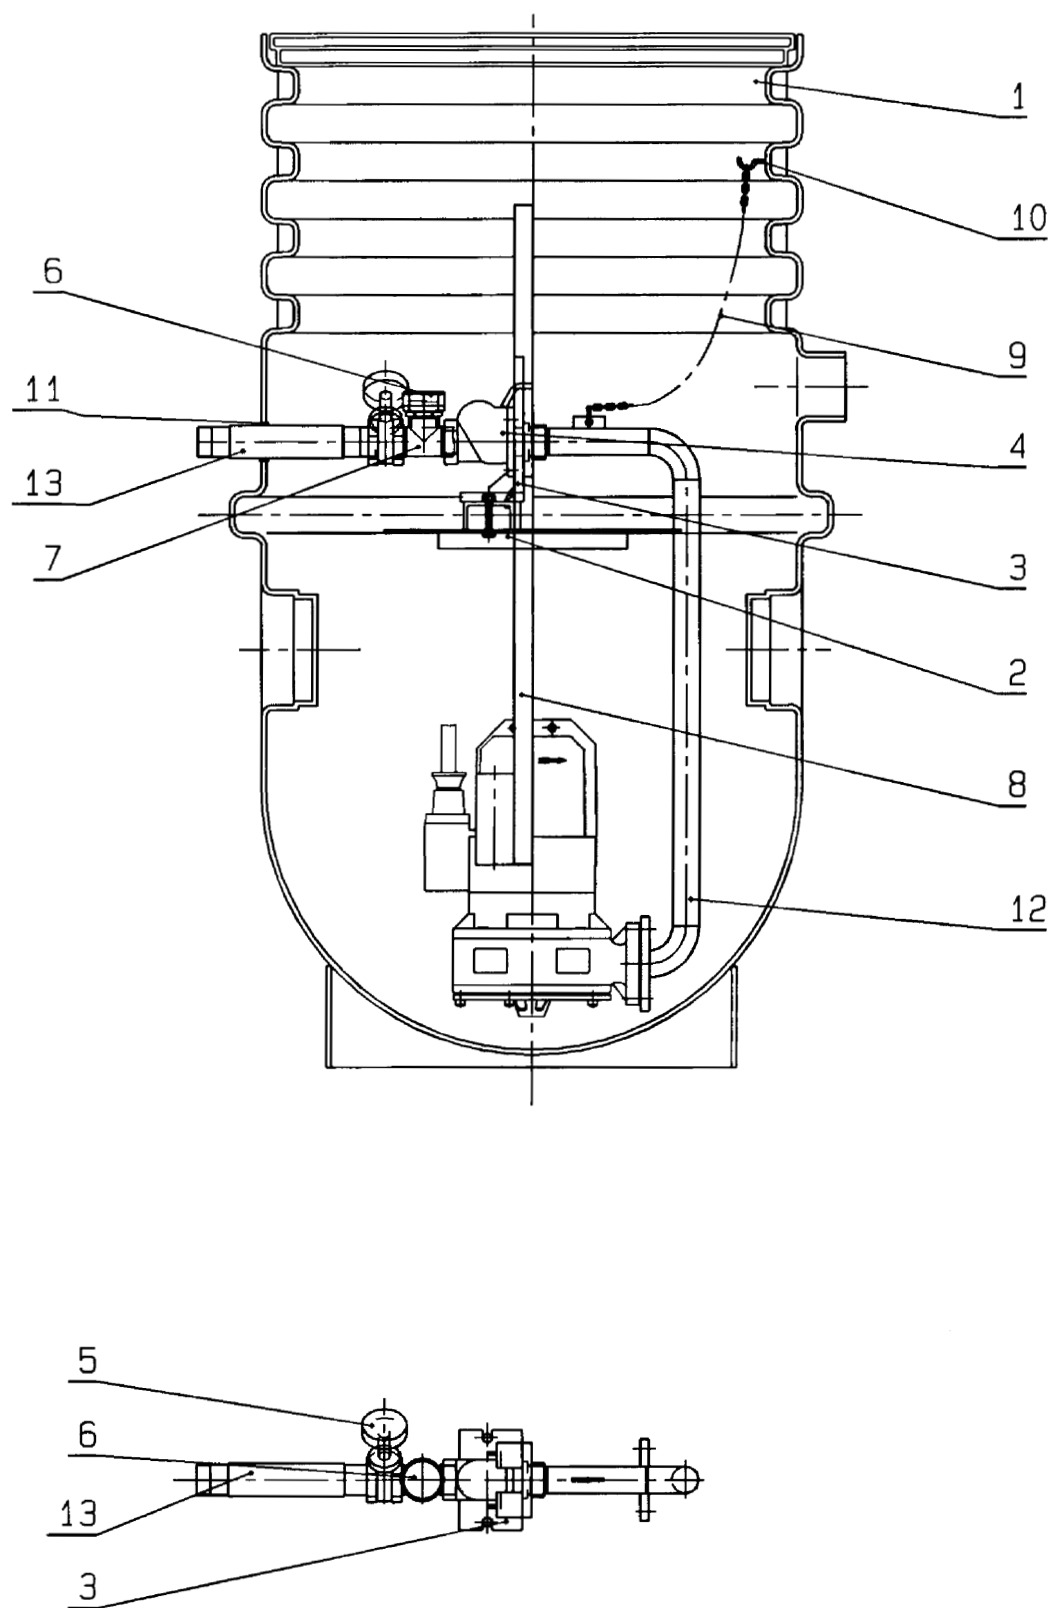
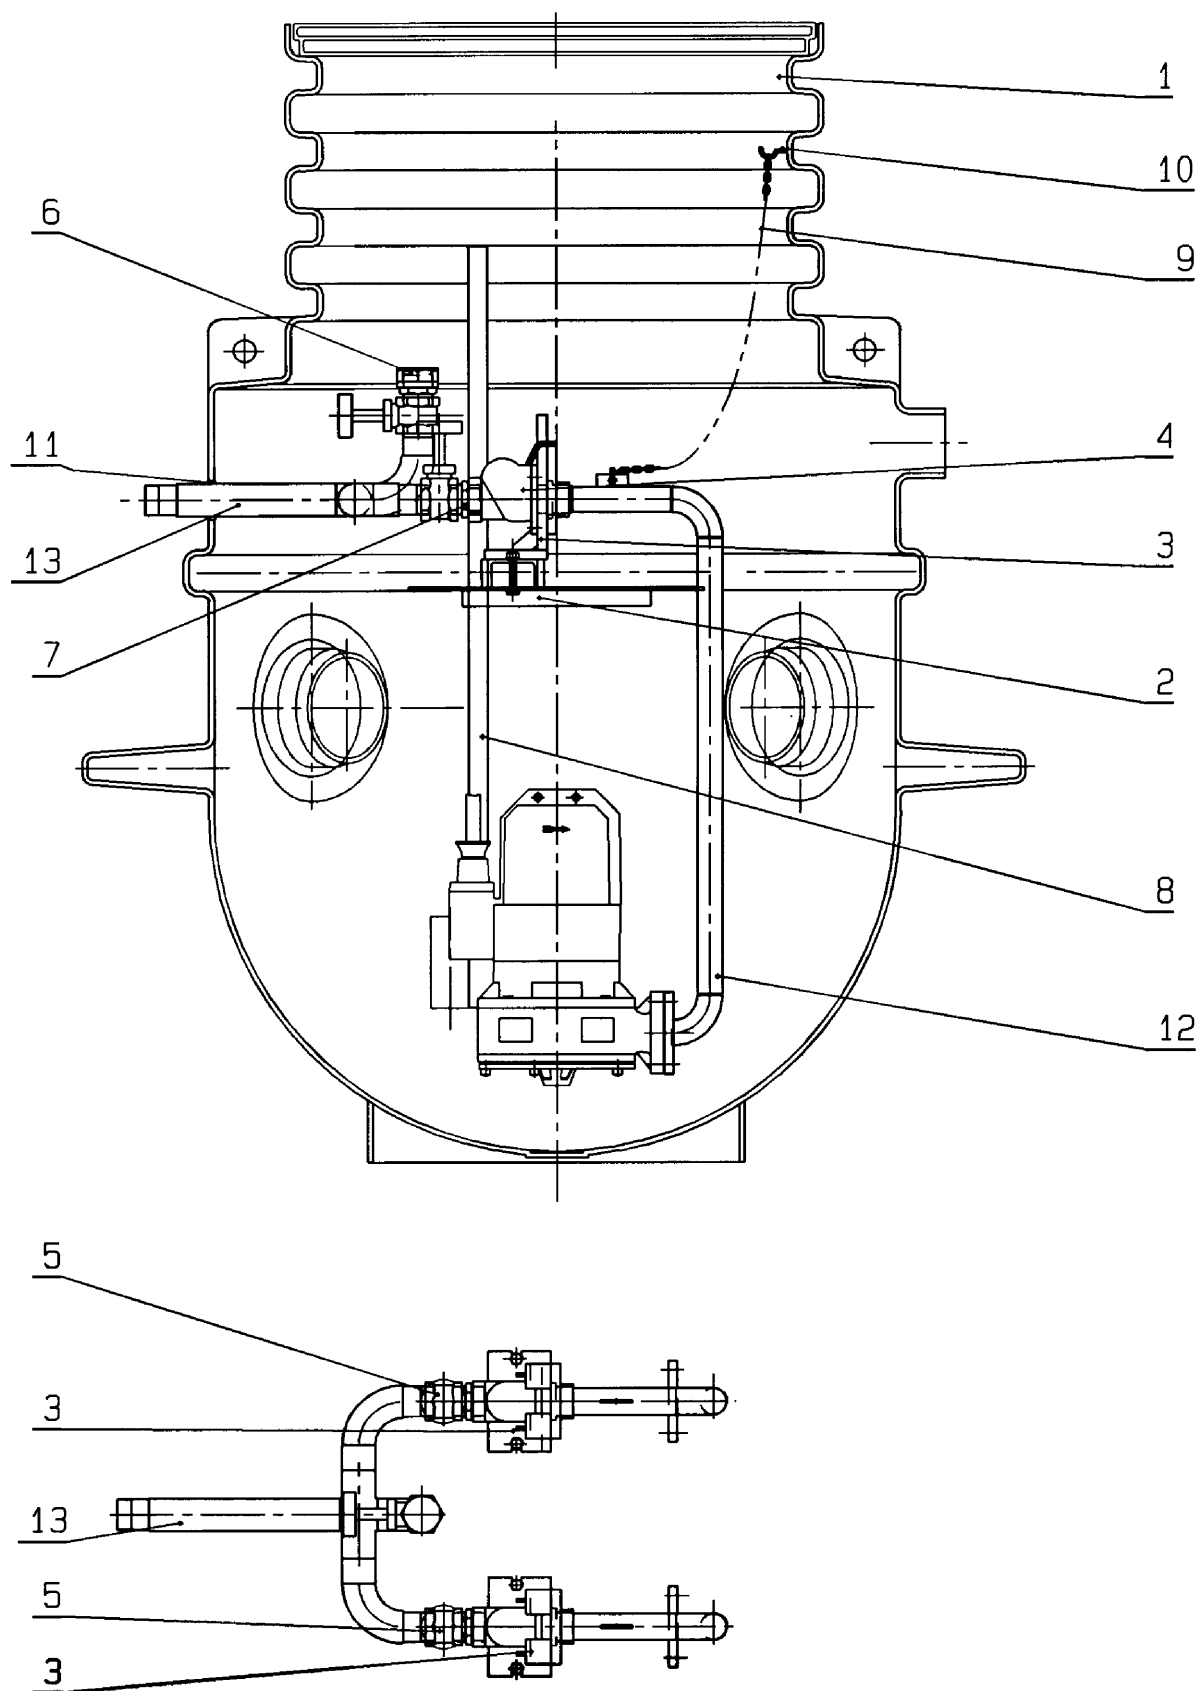

Fig. 1
Fig. 2
4.1. Opis urządzenia (rys. 1 i rys. 2)
Zasadniczą częścią urządzenia jest studzienka z PE (rys. 1, poz. 1). Studzienka dostarczana jest w dwóch wielkościach: WS 900 dla pomp pojedynczych
(rys. 1) lub WS 1100 E/D dla dużych pomp pojedynczych lub pomp podwójnych (rys. 2). Żłobki na jednej części ściany studzienki oraz kołnierz zabezpieczają studzienkę przed wypłynięciem wskutek siły wyporu. W celu podłączenia jednej lub dwóch pomp zatapialnych montuje się w studzience następujące części:
- Ramę dla zamocowania pompy z łatwo odłączalnym sprzęgłem (rys. 1, poz. 3).
- Podłączenie rury z gwintem zewnętrznym z V4A (W - Nr 1.4404/1.4571) (rys. 1, poz. 13).
- Armatura odcinająca (rys. 1, poz. 5).
- Podłączenie do płukania rurociągu ciśnieniowego (powietrze lub woda), do odpowietrzania urządzenia, do mobilnego, awaryjnego opróżniania lub do manometru (rys. 1, poz. 6).
- Kulowy zawór zwrotny (rys. 1, poz. 4).
- Rurociąg ciśnieniowy z kołnierzem z V4A (W-Nr 1.4404/1.4571) do podłączenia pompy (rys. 1, poz. 12).
- Łańcuch przymocowany do rurociągu ciśnieniowego dla wyciągania pompy. Wolny koniec łańcucha mocuje się do studzienki po zamontowaniu pompy (rys. 1, poz. 9).
W zależności od potrzeby orurowanie dostarcza się albo wykonaniu dla jednej pompy albo w wykonaniu dla dwóch pomp (rys. 2).
- Przy ekstremalnych właściwościach gruntu i wysokim poziomie wody gruntowej należy zabezpieczyć studzienkę przed wypłynięciem przez położenie na kołnierzu odpowiednio ciężkich kawałków betonu (rys. 2). Obciążenie betonowe powinno być ustawione sztywno na gruncie znajdującym się obok kołnierza, a nie na samych płetwach. pomiędzy beton i kołnierz nasypać piasku. W normalnych warunkach tego rodzaju zabezpieczenie nie jest potrzebne
- Wsunąć drążek mocujący (rys. 1 i rys. 2, poz. 8) wraz z czujnikiem poziomu do przewidzianej do tego celu szczeliny w belce poprzecznej.